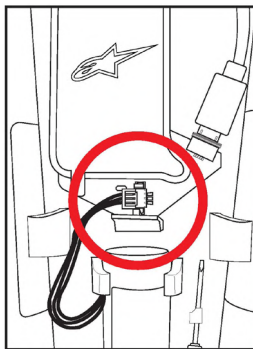

Figura 18: Ubicación del conector de la batería del sistema (14)
Los usuarios deben tener en cuenta que los Infladores de Gas (15) son dispositivos pirotécnicos, que están certificados como seguros para el transporte según la Directiva Europea sobre Productos Pirotécnicos (2013/29/UE) siempre que la Batería (14) se desconecte físicamente de la Unidad de Control Electrónica (6). Para desconectar la Batería (14), el Usuario debe abrir la Unidad de Control del Airbag (6) y desconectar la Batería (14) del conector situado en la Unidad de Control Electrónica (16), indicado en la Figura 18.